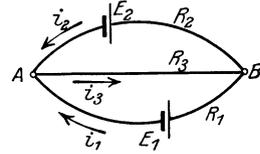

Abb. 30. Zum II. Kirchhoffschen Gesetz.
92. Zwei Elemente, deren elektromotorische Kräfte E_1 und E_2 sind, werden, wie es die Abb. 30 zeigt, gegeneinandergeschaltet. Der Widerstand von AE_1B sei R_1 , der von AE_2B sei R_2 und der von $AB = R_3$. Wie groß sind die Ströme i_1, i_2, i_3 ?
Das Minuszeichen sagt, daß der Strom i_2 entgegengesetzt der Richtung des in Abb. 30 eingezeichneten Pfeiles fließt.
94. Es sei in Abb. 30 E_2 ein sogenanntes Normalelement von 1,43 V EMK, E_1 eine Batterie von 4 Akkumulatorenzellen von je 2 V. Wie groß muß R_1 gemacht werden, wenn $i_3 = 0,1$ [0,5] A und $i_2 = 0$ werden soll?
Lösung: Wenn $i_2 = 0$, so herrscht zwischen A und B (Abb. 30) die Spannung E_2 , also muß $\frac{E_2}{R_3} = 0,1$ sein, woraus
Zu b): Beim Brennen der Lampen gilt die durch Abb. 30 dargestellte Stromverzweigung; in die Gl IV, V und VI hat man einzusetzen $E_1 = 6$ V, $R_1 = 0,1 \Omega$, $E_2 = 8$ V, $R_2 = 72 \Omega$. $R_3 = 4 \Omega$ und erhält als Entladestromstärke der Akkulatoren-batterie